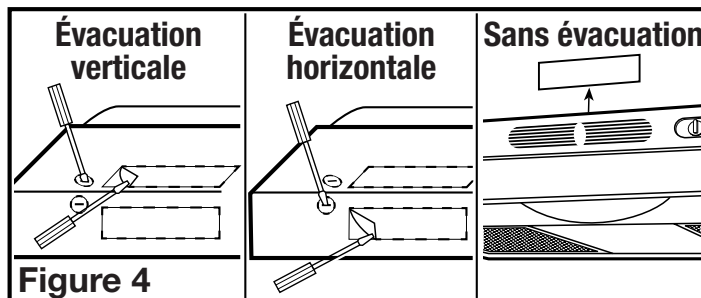

Figure 4
- Évacuation horizontale ou verticale -** Retirez la pièce rectangulaire défonçable. Pour ce faire, insérez un tournevis dans le pourtour et brisez les attaches qui le retiennent. Enlevez ensuite la pièce avec des pinces (**Figure 4**).
- Sans évacuation -** Soulevez et retirez le panneau de l'évent situé derrière la grille, exposant ainsi l'entrée d'air frontale. N'utilisez pas de tournevis ni tout autre objet qui pourrait égratigner la hotte (**Figure 4**).
- Déterminez par où les fils entreront dans la hotte et retirez l'entrée électrique défonçable appropriée. Pour ce faire, insérez un tournevis dans la fente et faites un mouvement de va-et-vient jusqu'à ce que la pièce se détache (**Figure 4**).
REMARQUE : INSTALLATION SANS ÉVACUATION SEULEMENT, Si ce n'est déjà fait, retirez le panneau de l'évent situé derrière la grille (**Figure 4**).